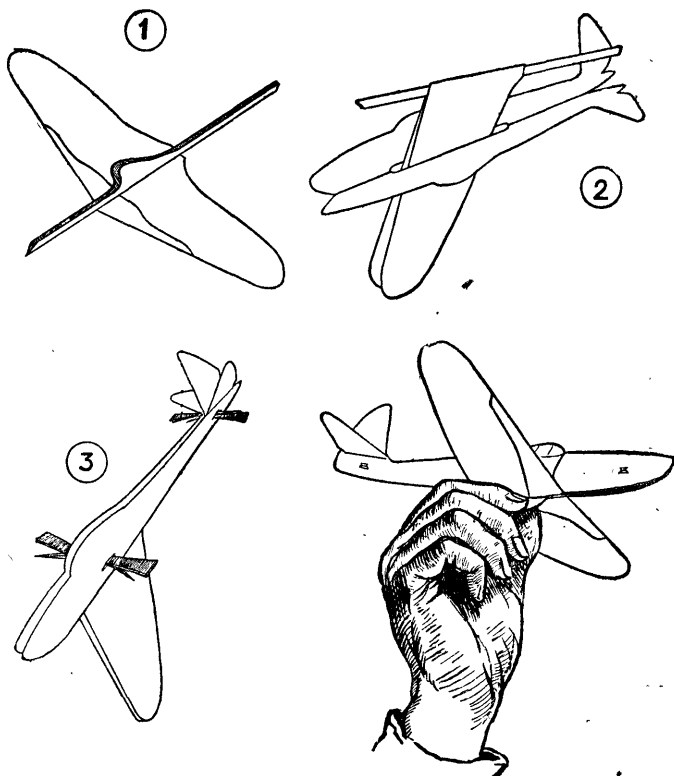

Рис. 5. Сборка бумажной модели планера.
4) вложите скрепку фюзеляжа (черт. 3) внутрь крыла (рис. 5, 1 на стр. 27);
5) проденьте сложенное крыло со скрепкой внутрь фюзеляжа сквозь щель до упора (рис. 5, 2);
6) проколите острым концом ножниц в месте, указанном жирной черточкой, щель сквозь фюзеляж, крыло и скрепку фюзеляжа. Сквозь щель прокола просуньте две заклепки острыми концами навстречу друг другу до упора. Разогните концы заклепок в разные стороны и подожмите их ударами кольцом ножниц. Обрежьте концы заклепок, оставив хвостики длиной 2—3 мм (рис. 5, 3);
Возьмите модель за выступ под крыло двумя пальцами так, чтобы плоскости крыльев располагались горизонтально (рис. 5 на стр. 27). Толкните модель вперед. Модель с резким креном пошла влево; это значит, что необходимо левый элерон слегка опустить, а одновременно правый столько же поднять. Наоборот, если модель пошла с креном вправо, следует правый элерон опустить, а левый поднять. Если обнаружилось, что модель «клюет» носом, заставьте ее лететь горизонтально тем, что немного приподнимите задние части стабилизатора.